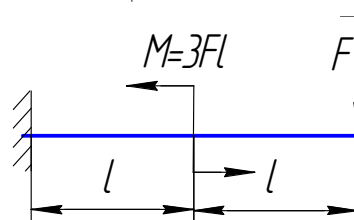

Рис. 16
44. Максимальный изгибающий момент в балке на рис. 16 равен [простой выбор]: